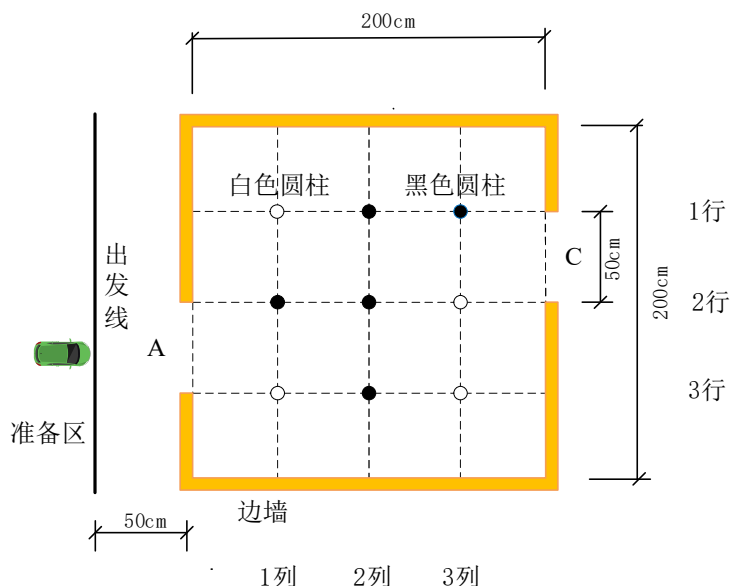

图 1 自动避障小车测试场地示意图
制作一辆自动避障小车，从测试场地边墙入口 A 驶入，按具体任务要求绕过场地内的圆柱障碍，在规定时间内从出口 C 驶出。测试场地如图 1 所示，为边长 2 米的正方形，四周有边墙围挡，两侧有入口 A 和出口 C，4 个白色、5 个黑色圆柱用圆柱座固定在场地上作为障碍物。
圆柱排列如图 1 所示。小车放置在准备区。
(1) 小车放置在准备区，在图 1 的基础上按指令将第 1 行第 3 列处的黑柱与任一白柱互换位置，一键启动小车并开始计时，从 A 口进入，计时至车身完全从 C 口驶出，用时越少越好。
(2) 小车放置在准备区，按指令随机排列圆柱，一键启动探测圆柱，在 30s 内完成探测、穿过出发线进入 A 口，10s 内车身应完全从 C 口驶出。
(3) 其他。
(1) 测试时场地、边墙及圆柱座由赛区提供。场地用长 300cm 宽 210cm 的哑光喷绘布制作，背景色为灰色 (R: 170 G: 170 B: 170)，喷绘出图 1 中圆柱位置（直径 2.5cm 黑色圆圈）、黄色边墙位置、黑色出发线和黑色虚线，其线宽分别为 0.2cm、1cm、2cm 和 0.2cm。障碍圆柱用直径 2cm 白色 PVC 电工穿线管制作，长度 20 ± 1 cm。白柱采用 PVC 原色，黑柱表面涂哑光黑色。圆柱座采用白色“直接套管”（PVC 管标准配件，长度 4~5cm）。在喷绘布上圆柱位置开孔，将圆柱座用热熔胶粘接固定在地面上。场地边墙高 3 ± 0.5 cm，用木板制作，表面黄色，用热熔胶固定。测试时参赛队必须自带圆柱，插入赛区准备好的圆柱座。圆柱和圆柱座、场地及周边不得有任何其他标志和传感器。
(2) 所有传感器及控制电路均安装在小车上，小车尺寸在任何状态均必须满足（含所有传感器和控制电路）：长 ≤ 35 cm、宽 ≤ 25 cm、高 ≤ 35 cm。测试中小车与外部不得有任何通信交互。
(3) 小车上只有 1 个“启动按键”，设置好测试项目后可用其一键启动小车。
(4) 发挥部分 (2)，小车一键启动后在 30s 探测时间内可在准备区中任意移动。
(5) 完成各项穿越要求的用时不得超过 20s，否则视作失败，该项计 0 分。
- (6) 蛇行轨迹示意如图：。
- (7) 所有测试项目只能测试一次。